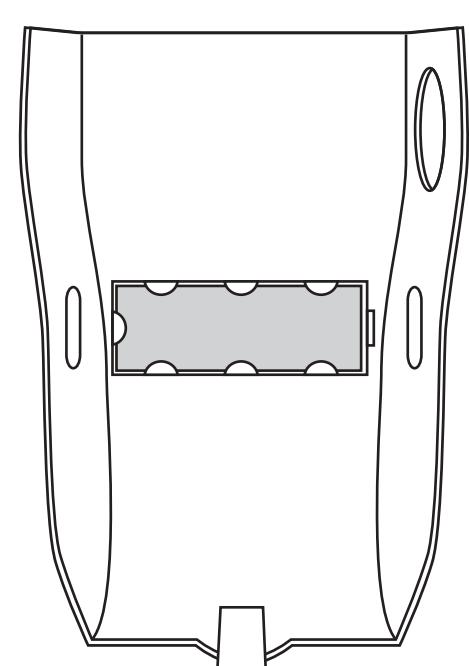

Fig 4
2. Slide decorator strip into place. **See Fig 4.**
2. faire glisser la band décorative (**fig. 4**).